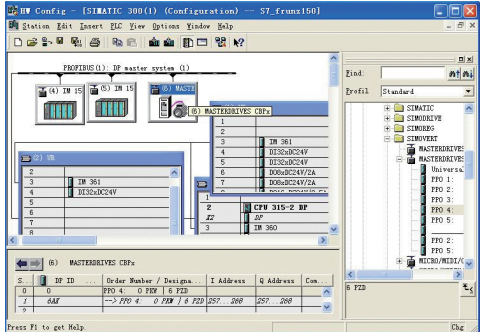

图1 PLC硬件组态
(1) S7-300 PLC硬件组态MM440变频器 在STEP-7编程工具中, 新建一个S7-300的项目, 在项目中对MM440变频器进行组态, 并创建一个Profibus DP网络, 自动分配接口地址范围, 如图1所示。